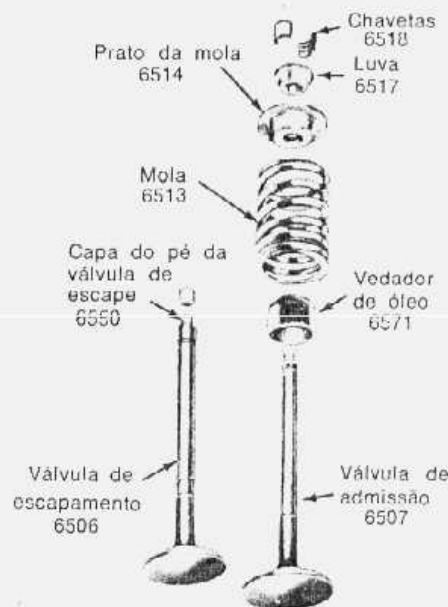

fig. 38 — conjunto de válvulas
1. Instalar cada válvula (fig. 38) no mesmo local de onde ela foi retirada ou assentada.
2. Instalar o vedador, a mola e o prato da mola. Comprimir a mola e instalar a luva e as chavetas (fig. 38).